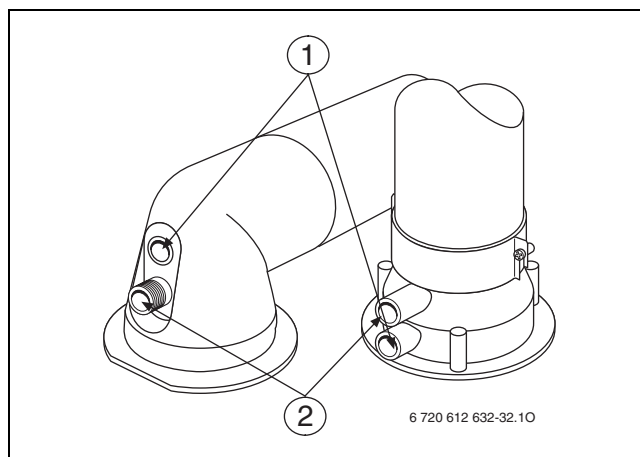

Bild 60
- ▶ Ta bort pluggen på förbränningsluft-mätstosen (2) (→ bild 60).
- ▶ Ta bort pluggen vid avgasmätstosen (1) (→ bild 60).